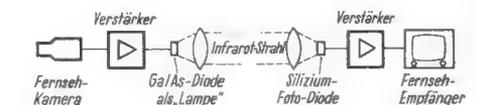

Bild 4. Fernsehübertragung im Infrarotbereich (S.R.D.E. Christchurch)
S.R.D.E., Christchurch: Hinter der Abkürzung verbirgt sich „Signal Research & Development Establishment“, ein zum Ministry of Aviation gehörendes kleines, aber wohl ausgestattetes Institut an der englischen Südküste. Hier wurde u. a. die breitbandige Modulation einer Gallium-Arsenid-Diode – sie sendet infrarotes Licht aus und wird daher GaAs-„Lampe“ genannt – vorgeführt (Bild 4). Das Licht wird von einer großen Linse gebündelt, der Strahl passiert den Laborraum, trifft einen Spiegel und kehrt zurück. Im Empfänger lenkt eine Sammellinse das Licht auf eine Silizium-Fotodiode. Der Lampenstrom war mit einem 2,5-MHz-Signal aus einer kleinen Fernsehkamera moduliert. Der Empfänger-Monitor zeigte bei einer Entfernung von 10 m ein befriedigendes Bild; immerhin hatte der „Sender“ nur eine Eingangsleistung von 40 μ W. Bei höherer Lichtleistung konnten mit diesem breitbandigen Signal bereits 120 m überbrückt werden.